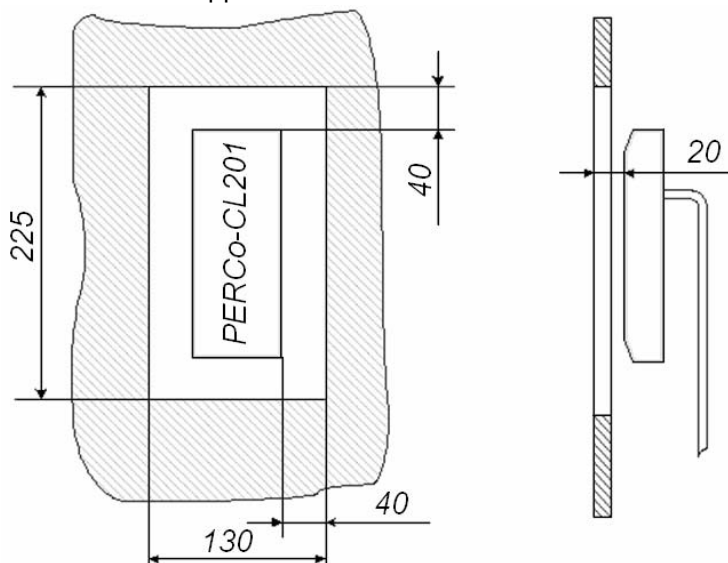

Рисунок 2. Установка контроллера за металлической поверхностью
- При установке за металлической поверхностью в ней необходимо вырезать окно, напротив которого равноудалено от краев окна и устанавливается контроллер (см. рис. 2), при этом размеры окна должны быть не менее 225×130 мм. Само окно может быть закрыто неметаллической вставкой (например, из пластмассы), а контроллер может быть утоплен вглубь окна на расстояние не более 20 мм от внешней стороны металлической поверхности – дальность считывания кода при таком способе монтажа уменьшается на 30 - 50%;